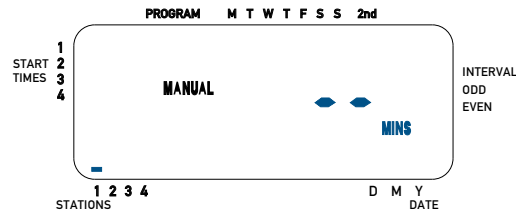

Abbildung 11: Manuelle Ausführung, individuelle Stationen
- Die **MANUAL (MANUELL)**-Taste drücken. Dann dreimal die **WEITER**-Taste drücken. In der Anzeige erscheint nun ein blinkender Cursor bei Station 1 mit - - MIN. [Siehe *Abbildung 11*]